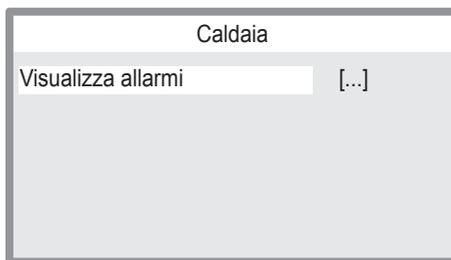

Figura 3.22
- Premere nuovamente il tasto 15 (Figura 3.18) per evidenziare il valore da modificare (Figura 3.22).